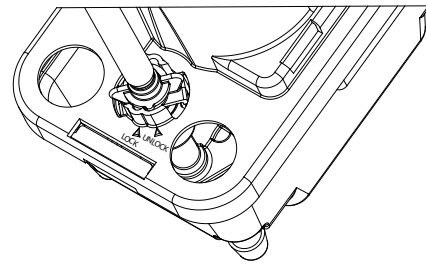

Fig. 3 • Abb. 3 • Afb. 3 (DE/IT/NL/DA)
3. Stecken Sie das Rückschlagventil in das Ablassloch, und drehen Sie es von Hand eine Viertelumdrehung (Abbildung 3).